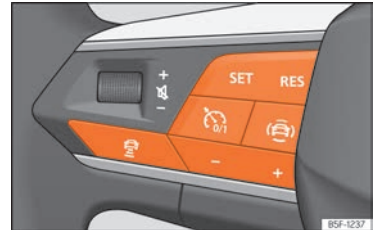

Abb. 105 Am Multifunktionslenkrad: Tasten zur ACC-Bedienung.
- »» (Abb. 105).
»» (Abb. 105).
Um die Geschwindigkeit zu programmieren, drücken Sie die Tasten + oder – »» (Abb. 105) bis zur gewünschten Geschwindigkeit. Die Einstellung der Geschwindigkeit erfolgt in Schritten von 10 km/h (5 mph).
- Taste und dann Taste + oder – »» (Abb. 105) drücken.
- Taste »» (Abb. 105) kurz drücken oder Bremspedal treten.